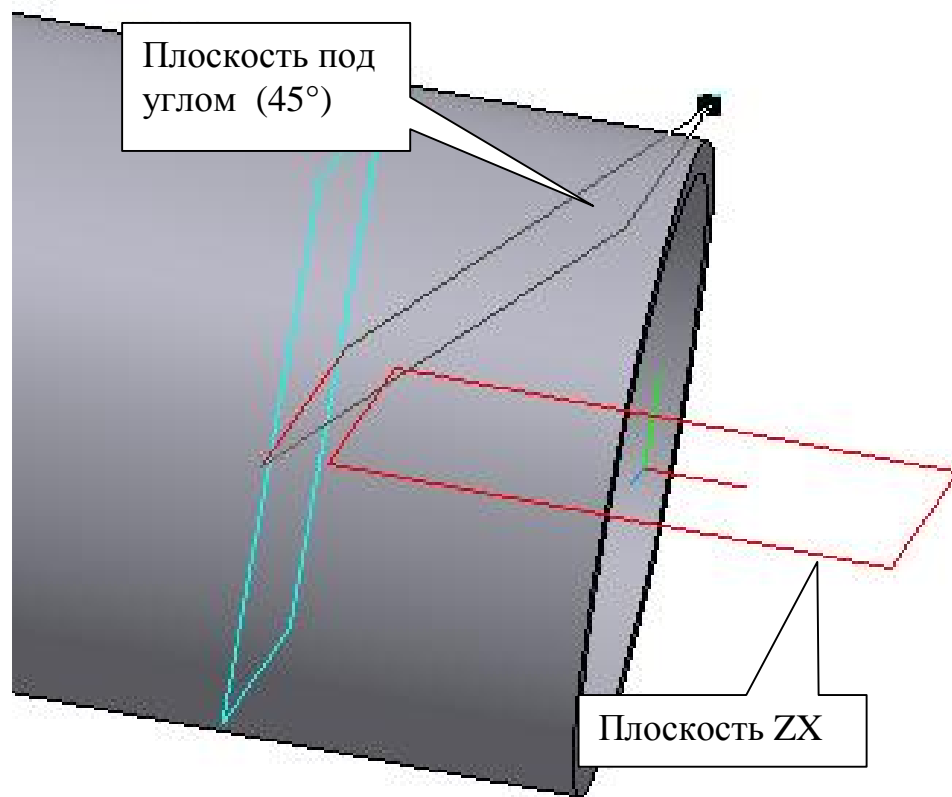

Рис. 5
- *плоскость под углом 1*  ( $45^\circ$ ) к плоскости  $ZX$ , проходящую через построенную ось в прямом направлении, рис. 5;